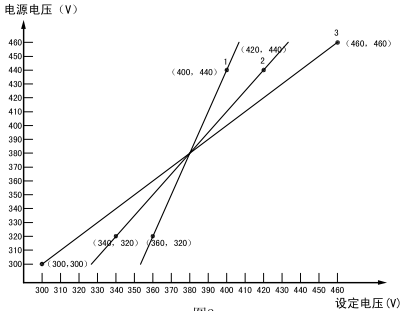

图3
3. 保护器过、欠压的动作特性曲线如图3所示,其中单相过、欠压见曲线1,两相过、欠压见曲线2,三相过、欠压见曲线3。